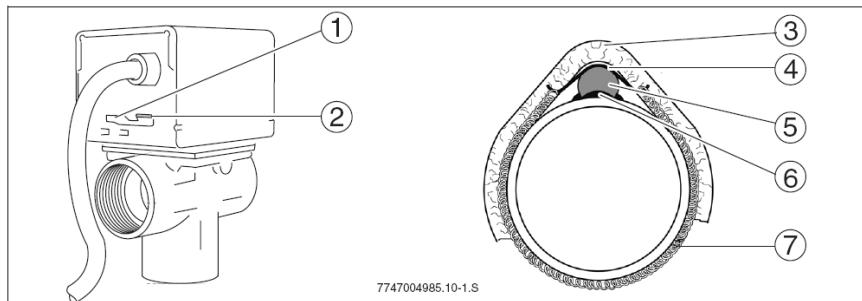

Рис. 7 Трёхходовой клапан (слева) и установленный температурный датчик (справа)
Устанавливайте рычажок в позицию «MAN» (manuel = ВРУЧНУЮ, → Рис. 7, Поз. 2), чтобы наполнить, развоздушить или опорожнить установку, а также как предохранительное положение при отсутствии напряжения в сети. В позиции «MAN» толкатель клапана находится в среднем положении. При этом обеспечивается равномерное течение потока в оба выходных штуцера.
- Для нормального режима работы устанавливайте рычажок в позицию «AUTO» (→ Рис. 7, Поз. 1).
- Температурный датчик T2 (→ Рис. 7, Поз. 5) устанавливается с применением теплопроводной пасты (→ Рис. 7, Поз. 6).
- Температурный датчик T2 с фиксирующей пластиной (→ Рис. 7, Поз. 4) и прижимной пружиной (→ Рис. 7, Поз. 7) монтируется на расстоянии ок. 20 см перед трёхходовым клапаном на трубе обратного трубопровода.
- Для температурного датчика T2 необходимо предусмотреть теплоизолирующее покрытие длиной не менее 20 см (→ Рис. 7, Поз. 3).